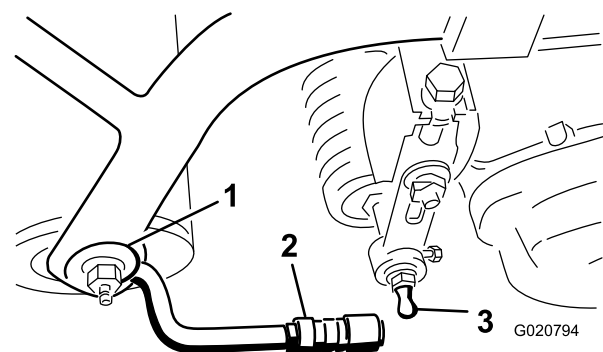

Figura 8
3. Fate scorrere il manicotto sulla piastra ricevente del giunto sferico e agganciate la piastra ricevente sul prigioniero a sfera dell'apparato di taglio. Rilasciate il manicotto in modo che scorra sul prigioniero e blocchi l'intero gruppo (Figura 8).